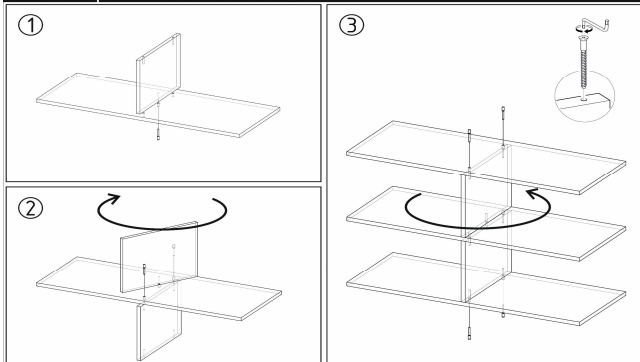

Рис. 1
- Прибиваем к опорной части боковин (3, 4, 5, 6) подпятники с помощью гвоздей 2 x 20 мм, приворачиваем направляющие на боковины (3) и (4) шурупами 4 x 16 мм. Боковины (3) и (4) крепим между собой планкой (15) и цоколем (16). Боковины (5) и (6) крепим между собой вязкой (14).
- В столешницу (7) вворачиваем дюбель эксцентрика.
- Собираем пенал, соединив между собой боковины (1) с вязками (8). Собранный каркас пенала и боковину (2) крепим к столешнице (7) еврошурупами 7 x 50 мм.
- Вязки (10) и (11) соединяем между собой боковинами (12) с помощью еврошурупа 7 x 50 мм.
- Конструкцию, собранную в п. 6 крепим к боковинам (1.2) и (2) еврошурупами 7 x 50 мм.
- Вязки (9) и (17) скрепляем между собой, полученную конструкцию устанавливаем на боковины (1.2) и (2).
- Крепим планку (24) и (25) к боковинам (1) и (2) методом крепления "бабочка", как показано на рис. 1.
- Укладываем собранный каркас стола лицевой стороной вниз, выравниваем диагонали изделия, и прибиваем ДВП (21-23) и (26) с помощью гвоздей 2 x 20 мм.
- Устанавливаем петли на фасады (20). Навешиваем и регулируем фасад, крепим ручки газовые кронштейны.
- При помощи еврошурупов 7 x 50 мм крепим боковины ящика (27) и (29) к вязкам (28) и (30) соответственно.